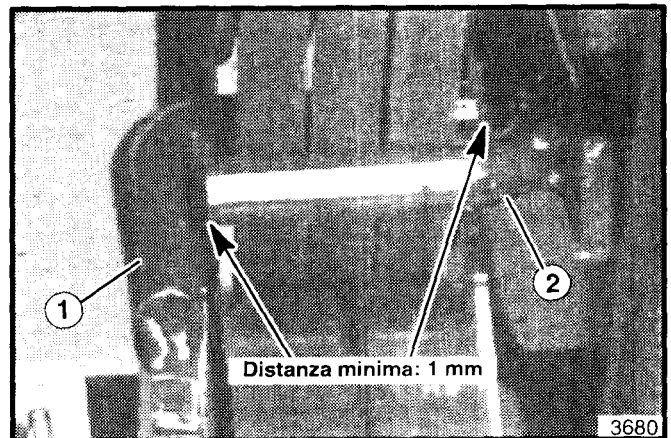

Figura 26. Distanza dei ferma cinghia
24. Disinnestare la leva della frizione. Controllare le punte dei due ferma cinghia tra le punte ci dovrebbe essere almeno 1mm (1/32 di pollice). (vedere figura 26). Se necessario allentare la piastra del perno della puleggia folle della bobina e regolare.